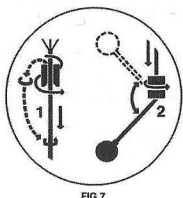

FIG.7
1. Pour que l'installation du contrepois soit correcte, il faut suivre la procédure illustrée sur la figure 7. Introduire le câble dans le contrepois, du côté conique, en le tournant. Ceci provoquera le détachement de l'anneau en plastique placé à l'embouchure (en cas de besoin, le détachement peut être facilité avec un tournevis).